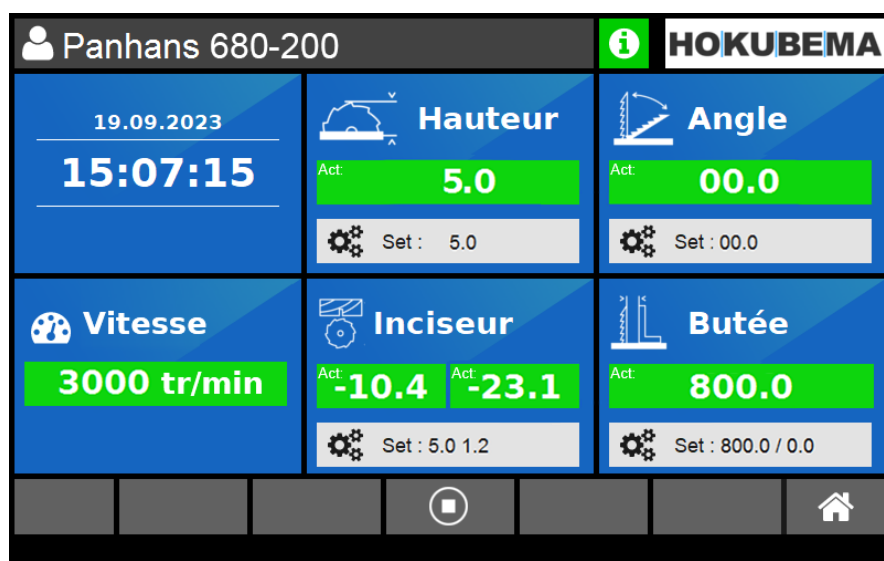

Figure 54 : éléments de commande « machine »
1. Sélectionnez le bouton « **Hauteur** » (⇒ Figure 54).
1. Sélectionnez le bouton « **Angle** » (⇒ Figure 54)
3. Dans l'écran « **Hauteur** », sélectionnez le bouton  (⇒ Figure 54) et saisissez la valeur 50,00. Ensuite, confirmez cette valeur avec .